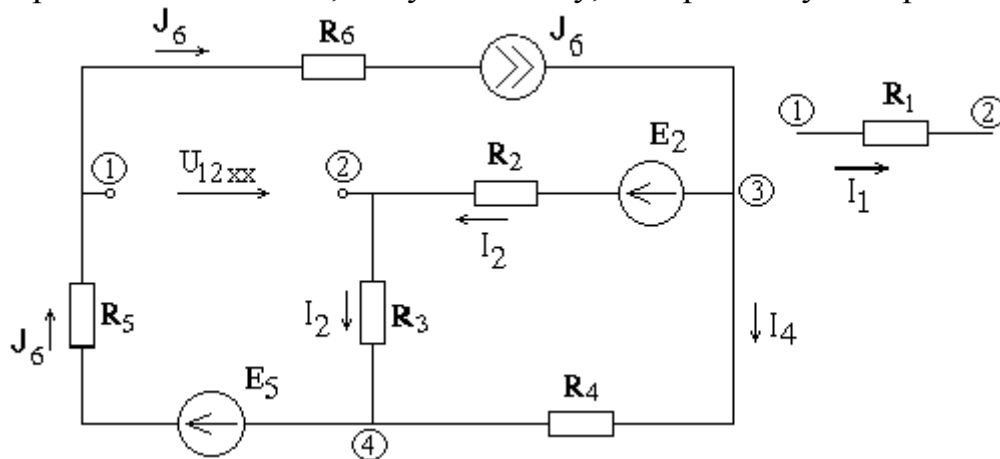

Рис. 3.1.2
3.1.5. Определим ток 1-й ветви методом эквивалентного генератора. Отключаем временно 1-ю ветвь, получим схему, изображенную на рис. 3.1.2.